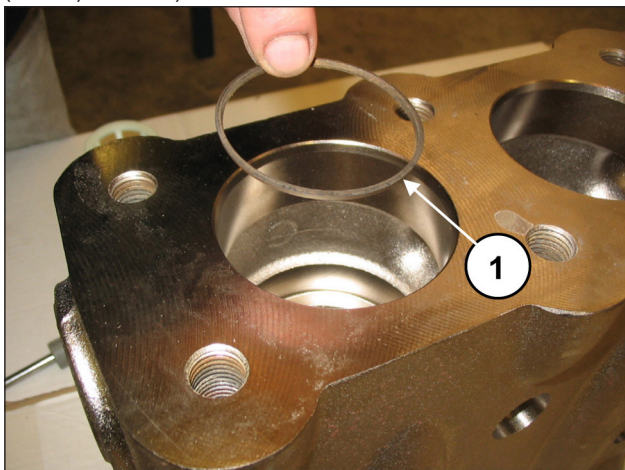

Abb. 117
Setzen Sie den Stützring ein, Pos. 5 Explosionszeichnung (Pos. ①, Abb. 117).